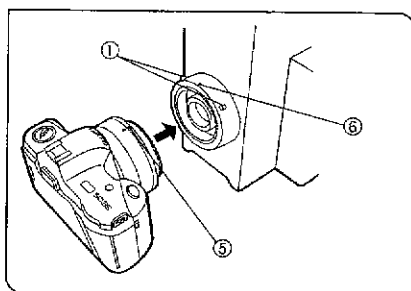

図 45
- 4) OMカメラアダプタのV溝側の赤指標⑤を鏡体側のSLRポートの赤指標⑥に合わせてはめ込みます。(図45)
- 5) OMカメラアダプタ取付ねじ①を六角ドライバで締付け固定します。(図45)